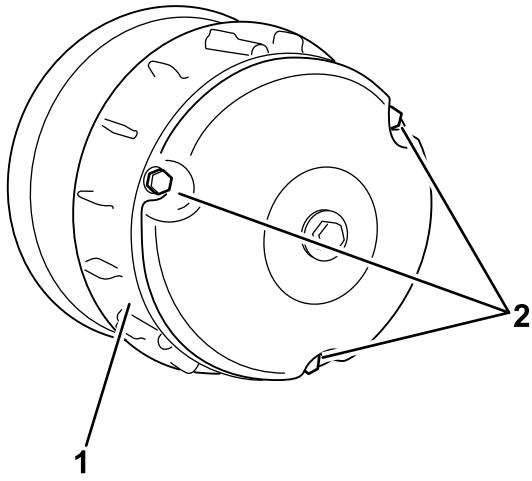

Рисунок 61
- Отверните три болта крепления крышки сцепления и снимите крышку (Рисунок 61).
- Установите крышку сцепления и закрепите ее 3 болтами (Рисунок 61), снятыми при выполнении пункта 2.